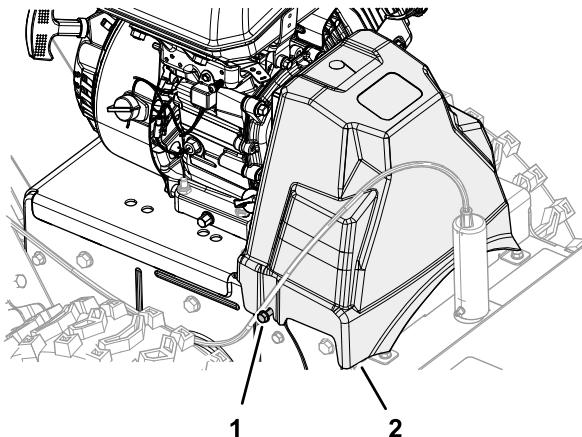

Figura 42
- Desaperte os dois parafusos de cabeça flangeada que prendem a cobertura da correia à máquina (Figura 42).